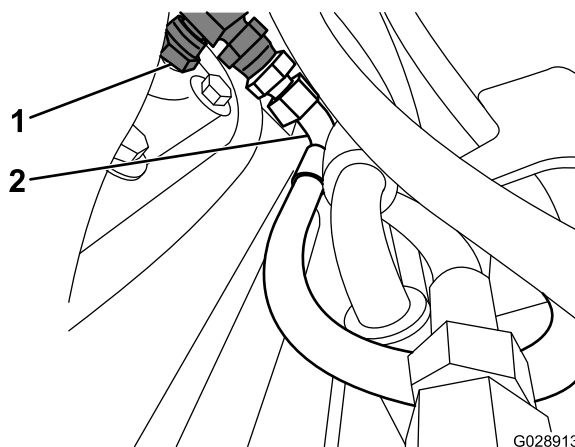

Figur 1
3. Fjern tappeslangen på 3/8 tomme fra baksiden av knivblokken og sett en plugg i åpningen (Figur 1).
6. Monter T-stykket på 1/4 tomme (Figur 1).